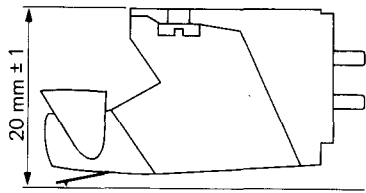

Fig. 3
- Tonabnehmer provisorisch auf den Tonarm aufschrauben. Achtung je nach Tonabnehmerart richtige Unterlage wählen (Fig. 3)
- Position cartridge in place, insert its mounting screws and tighten them just enough so that the cartridge can still be moved with a little pressure. Important: select correct spacer height depending on the type of cartridge (fig. 3)
- Vissez provisoirement le phonocapteur au bras de lecture, en ayant soin d'utiliser les entretoises convenant au phonocapteur (fig. 3)